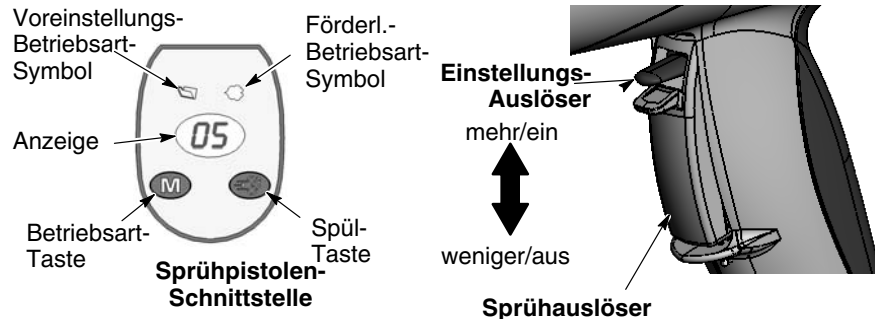

Abb. 4-3 Bedienelemente der Pistole
1. Siehe Abb. 4-3. Sprühauslöser loslassen. Voreinstellungen können nicht geändert werden, während die Pistole ausgelöst ist.
1. Siehe Abb. 4-3. Die Taste **Betriebsart** drücken, bis das Symbol **Pulverstrom** leuchtet.
1. Siehe Abb. 4-3. Die Sprühpistole in die Kabine richten und den Sprühauslöser loslassen.